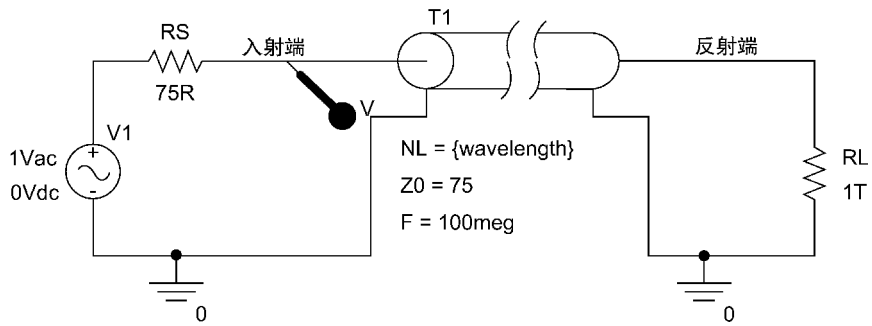
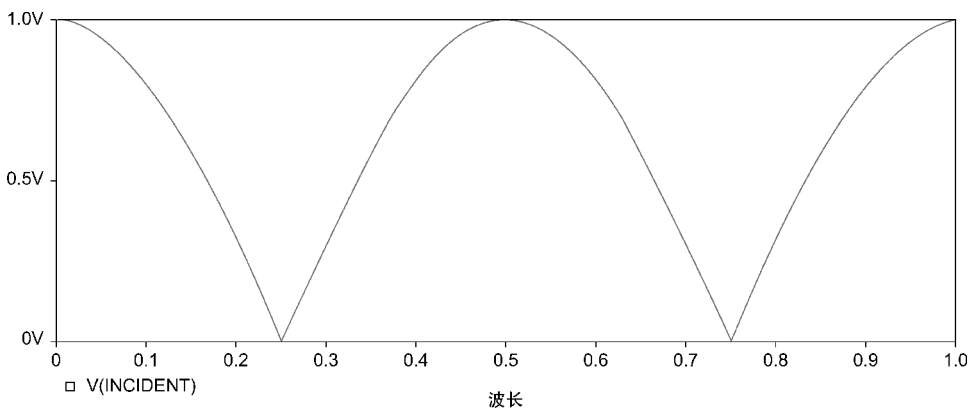

图 17.26 负载开路时的驻波电路
图 17.27 负载开路时的驻波波形
12. 在图 17.26 中,把负载电阻值修改为 1TΩ,即负载开路,然后按照相同的设置对电路进行仿真。驻波波形如图 17.27 所示。